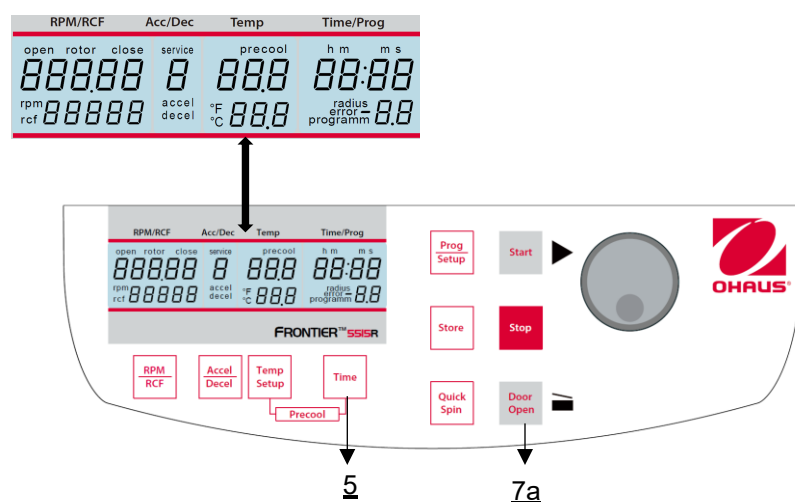

Figura 29
Abra la tapa de la centrifuga y apague el interruptor principal. Vuelva a conectar el interruptor principal. Durante aproximadamente 3 segundos aparecerá en la pantalla el nombre del modelo y la versión actual del software. Pulse durante este tiempo las teclas **"Tiempo"** (5) y **"Puerta abierta"** (7a) simultáneamente. Como resultado, se ejecuta una prueba de visualización durante aprox. 3 segundos. Todos los indicadores aparecerán al mismo tiempo (véase la figura 29).